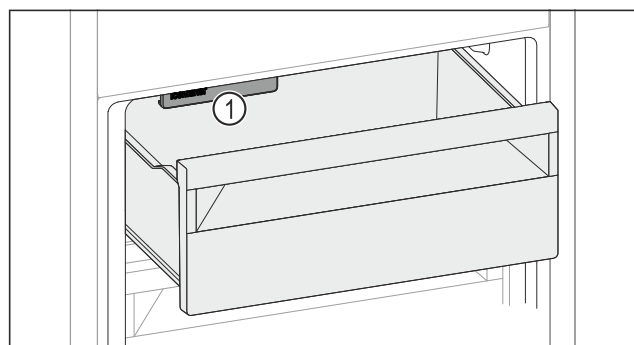

Fig. 160
- ▶ 请考虑 IceMaker Fig. 160 (1)。